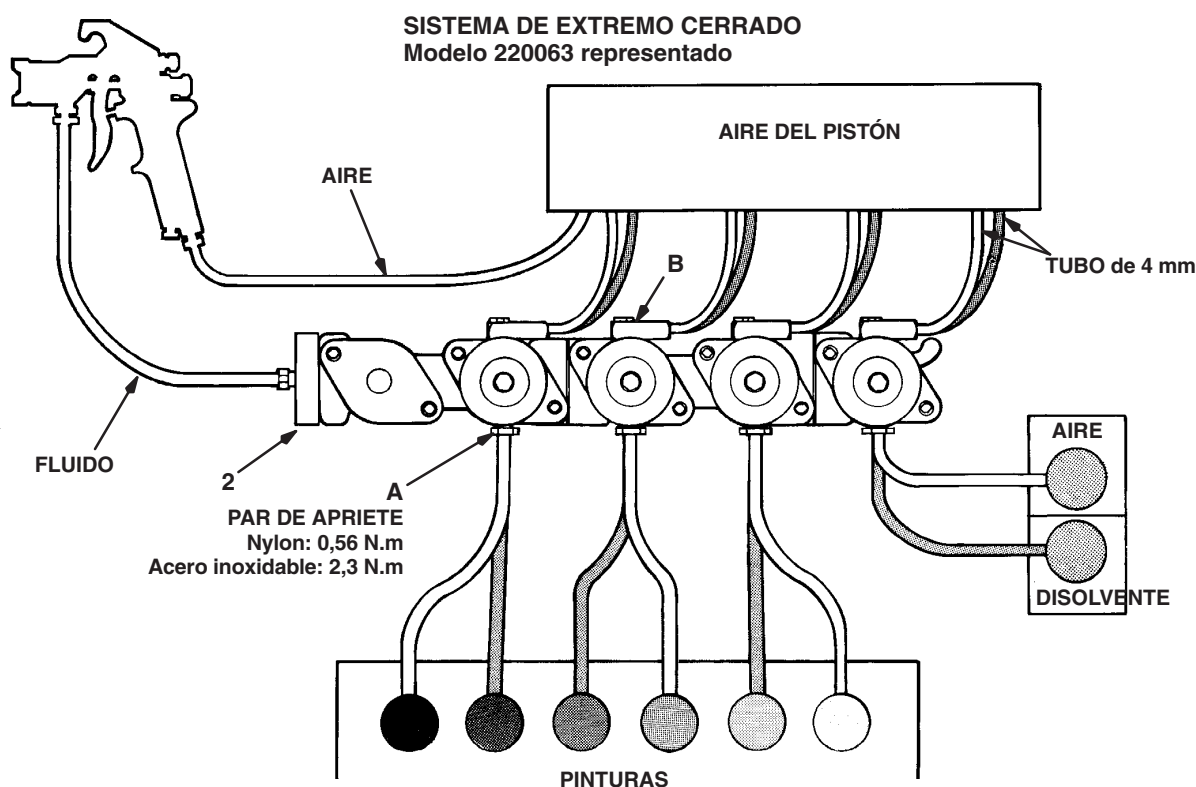
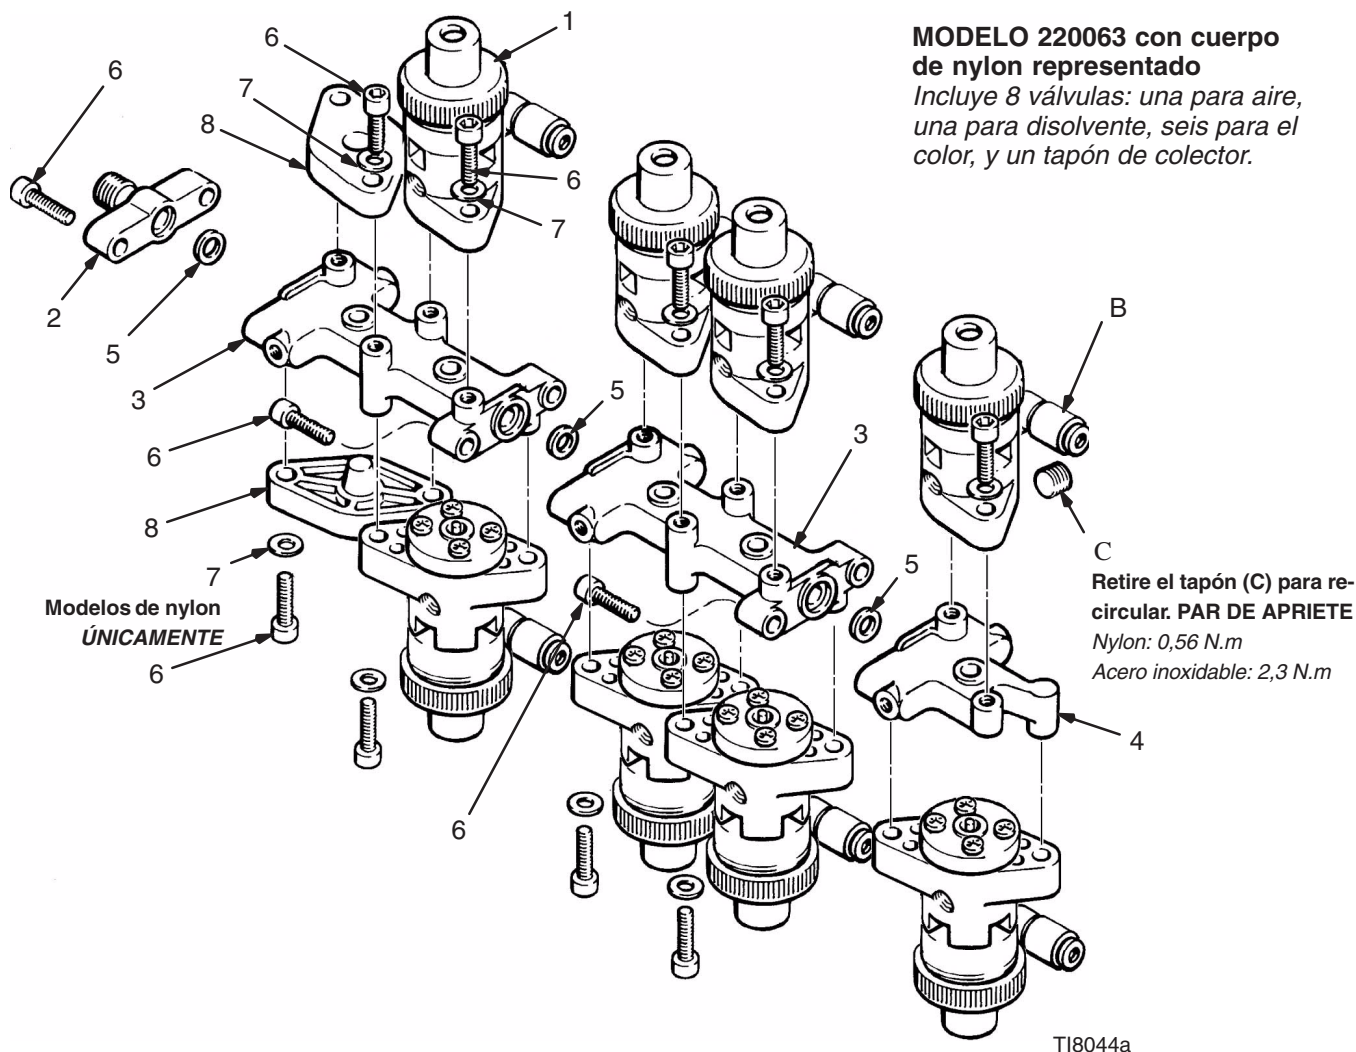

Fig. 1
Fig. 2
1. Coloque una junta (5) entre cada uno de los colectores centrales (3). Conecte el colector con los dos tornillos (6). Vea la Fig. 2.
2. Coloque una junta (5) en el extremo abierto del último colector central, y conecte el colector extremo (4) con los dos tornillos (6).
3. Coloque una junta (5) en la parte delantera del primer colector central, y conecte el bloque delantero (2) con los dos tornillos (6).
4. Instale las válvulas (1) en los colectores con las dos arandelas (7—sólo las válvulas de nylon) y los dos tornillos (6).
6. Conecte un tubo de 4 mm D.E. en cada una de las piezas de entrada de aire del pistón (B), introduciendo el tubo en la pieza especial de desconexión rápida. Vea la Fig. 1.
Conecte la manguera de suministro de pintura al adaptador (A). Vea la Fig. 1.
8. Conecte las mangueras de pintura desde la pistola hasta el bloque delantero (2). Las roscas del bloque delantero son roscas compuestas 1/4–18,6, que encajan en ambos conectores hembra BSP de 1/4–18 npsm ó 1/4–19.
9. Si está recirculando la pintura, retire el tapón de recirculación (C) de la válvula y conecte la línea de recirculación a la lumbrera de 1/8 npt(f), usando un adaptador adecuado. Vea la Fig. 2. Aplique sellador en el adaptador y aplique los pares siguientes: